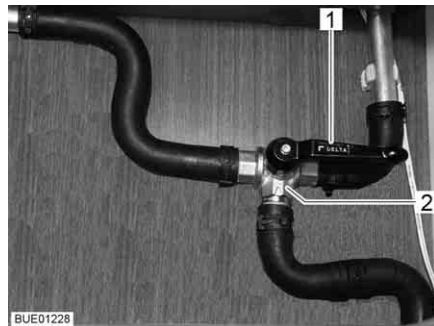

Bild 171 3-vägsventil
- Ställ spaken (Bild 171,1) till 3-vägsventilen (Bild 171,2) parallellt med den raka genomflödesriktningen (Bild 171).
- Ställ spaken (Bild 171,1) till 3-vägsventilen (Bild 171,2) tvärs mot den raka genomflödesriktningen.